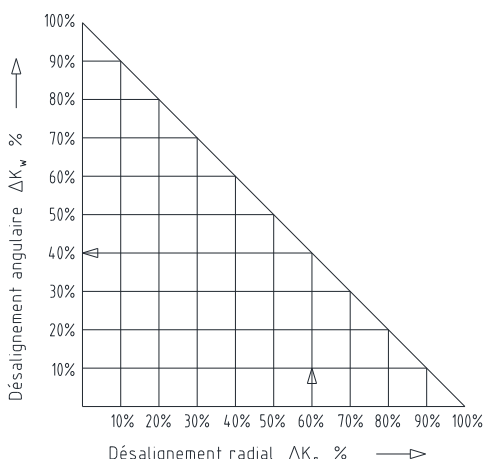

Fig. 11 : Combinaisons de désalignement
- Les valeurs de désalignement du tableau 6 sont des valeurs maximales qui ne doivent pas se produire simultanément. S'il y a en même temps désalignement radial et désalignement angulaire, les valeurs utilisables doivent être réduites (voir fig. 11).